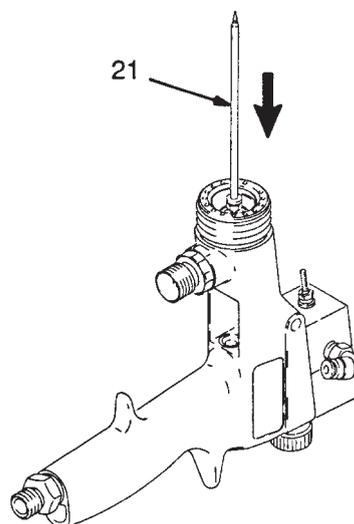

Fig. 3
10. Mit dem Gewindeende der Materialnadel (21) den dreiteiligen Packungssatz (39) hinten an der Pistole herausstossen, siehe Abb. 3.
Beim Herausdrücken der Packung (39) oder der U–Packung (33) übermäßigen Kraftaufwand vermeiden, da dies die Materialnadel (21) verbiegen kann. Siehe Abb. 3 + 4. Falls es schwierig ist, die Packungen zu entfernen, diese mit einem ca. 5 mm dicken Kunststoffstab herausdrücken.